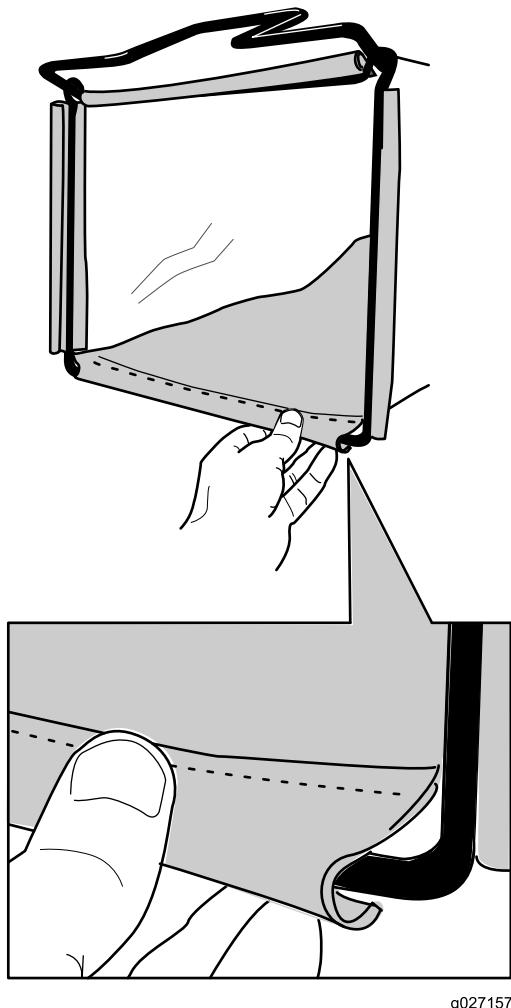

Figure 12
2. Accrochez la glissière inférieure du bac au bas de l'armature (Figure 12).
3. Accrochez les glisières supérieur et latérales du bac au sommet et sur les côté de l'armature respectivement (Figure 12).